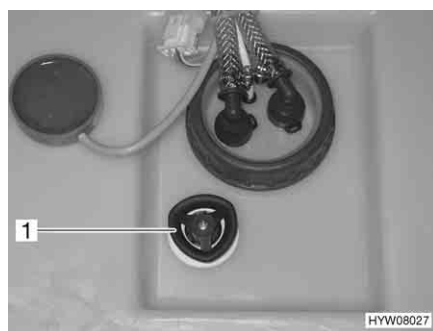

Fig. 83 Serbatoio dell'acqua con maniglia girevole
- Sul serbatoio dell'acqua, ruotare la maniglia girevole (Fig. 83,1) in senso orario fino all'arresto.
- Sul serbatoio dell'acqua, ruotare la maniglia girevole (Fig. 83,1) in senso antiorario fino all'arresto. L'acqua fuoriesce fino a ca. 20 litri.